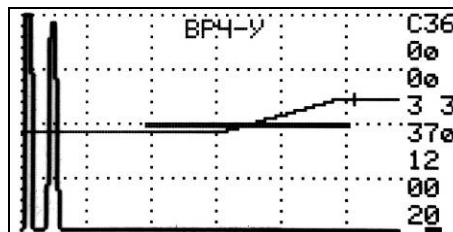

Рисунок 85 – Установка третьей точки закона ВРЧ.
6.3.2.8 Для установки ВРЧ по трём точкам проделать пункты 6.3.1.1 - 6.3.2.6. Убедиться, что маркер стоит на второй точке и создать новую точку. Новая точка появится справа рядом со второй точкой (см. рисунок 85), маркер перейдёт на третью точку.